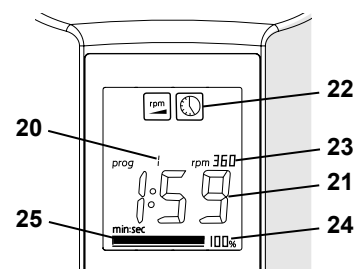
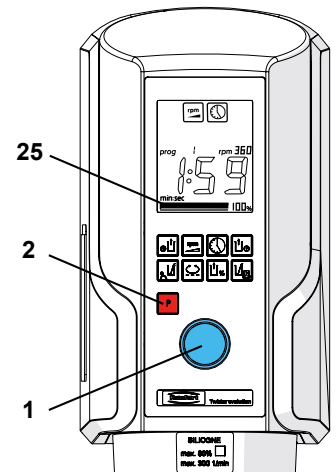

Fig. 7
Fig. 8
- ⇒ Premere il tasto "P" (2) per impostare il programma.
- ⇒ Scegliere il programma ruotando la manopola di comando (1).
- ◆ Del programma scelto si visualizza (Fig. 7) :
- ⇒ Agganciare la tazza all'apparecchio (15).
- ⇒ Lasciare non appena la tazza si regge da sola, l'indicatore a colonna del sottovuoto si sposta oltre la metà (25, Fig. 8)!